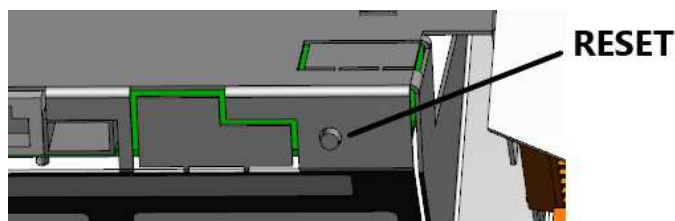

Figure 5-3 - Bouton RESET
- Un appui court (< 2 s) sur le bouton poussoir RESET (voir Figure 5-3) permet d'acquitter le défaut caméra dans le cas où l'utilisateur ne rebranche pas la caméra sur son port d'origine.